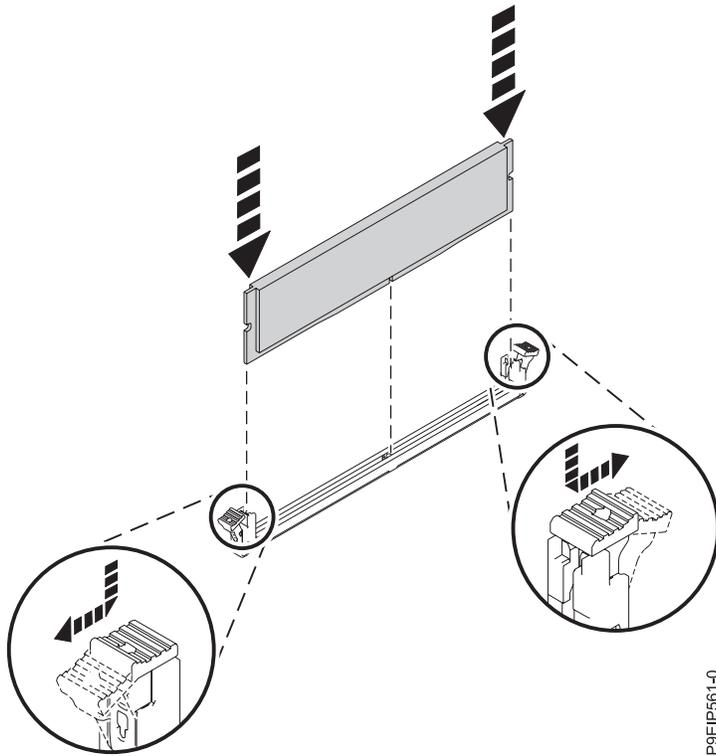

Figura 20. Inserción del DIMM de memoria
- b. Presione firmemente en cada lado del DIMM tal como se muestra en la Figura 20 hasta que la pestaña de bloqueo quede encajada en su sitio con un clic audible.